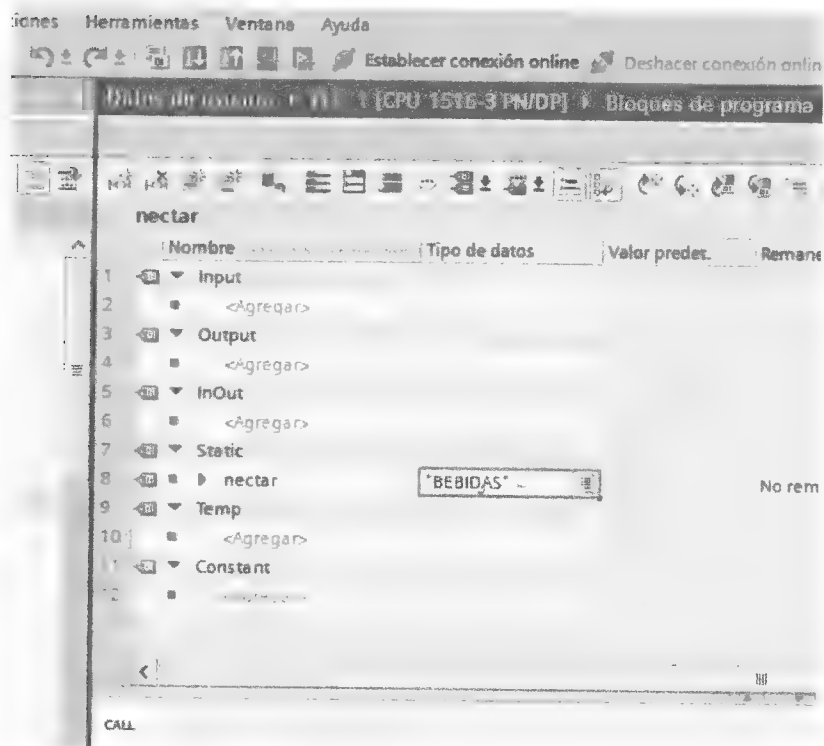

Figura 179
- 2.º Se va a crear un FB por cada bebida y se colocarán como parámetro STATIC los parámetros locales creados en el tipo de datos del PLC. EL tipo de dato será BEBIDAS, según se puede ver en la Figura 179. Se puede crear un programa de una bebida y las demás FB se copian y pegan.